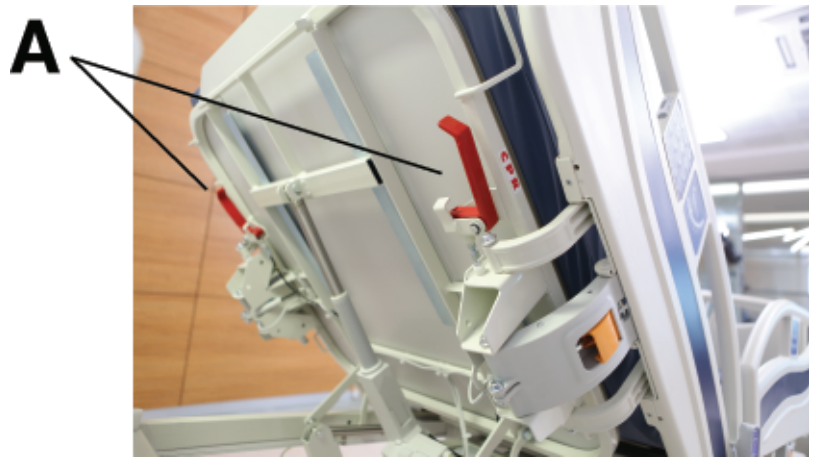

Figura 13 – Activarea funcției de resuscitare cardiopulmonară
1. Apucați oricare dintre pârghiile (A) și trageți spre exterior (Figura 13).